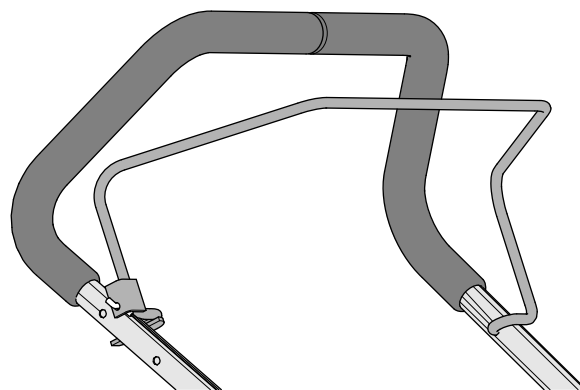

Figura 12
4. Introduceți capătul manetei de prezență a operatorului în bara de ghidare, strângeți ușa celălalt picior al manetei i introduceți maneta în bara de ghidare (Figura 12).